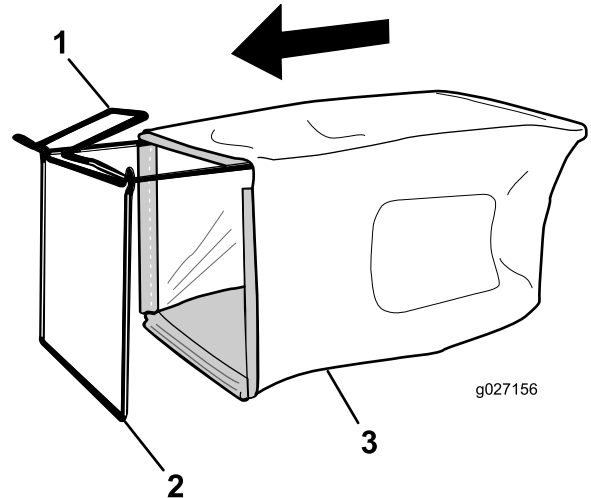

Figura 11
1. Coloque el recogedor sobre el bastidor, según se muestra en la Figura 11.
Nota: No coloque el recogedor sobre el manillar (Figura 11).